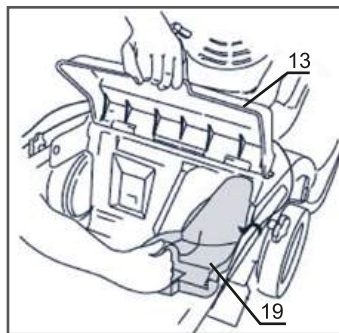

рис. 4
Мульчирующая заглушка повышает эффективность работы при мульчировании. Перед установкой мульчирующей заглушки поднимите заднюю крышку (13) и снимите травосборник. Поднимите заднюю крышку и установите заглушку (19) как показано на рис. 4.
Заднюю крышку можно зафиксировать в приподнятом положении при помощи заглушек, как показано на рис. 4.